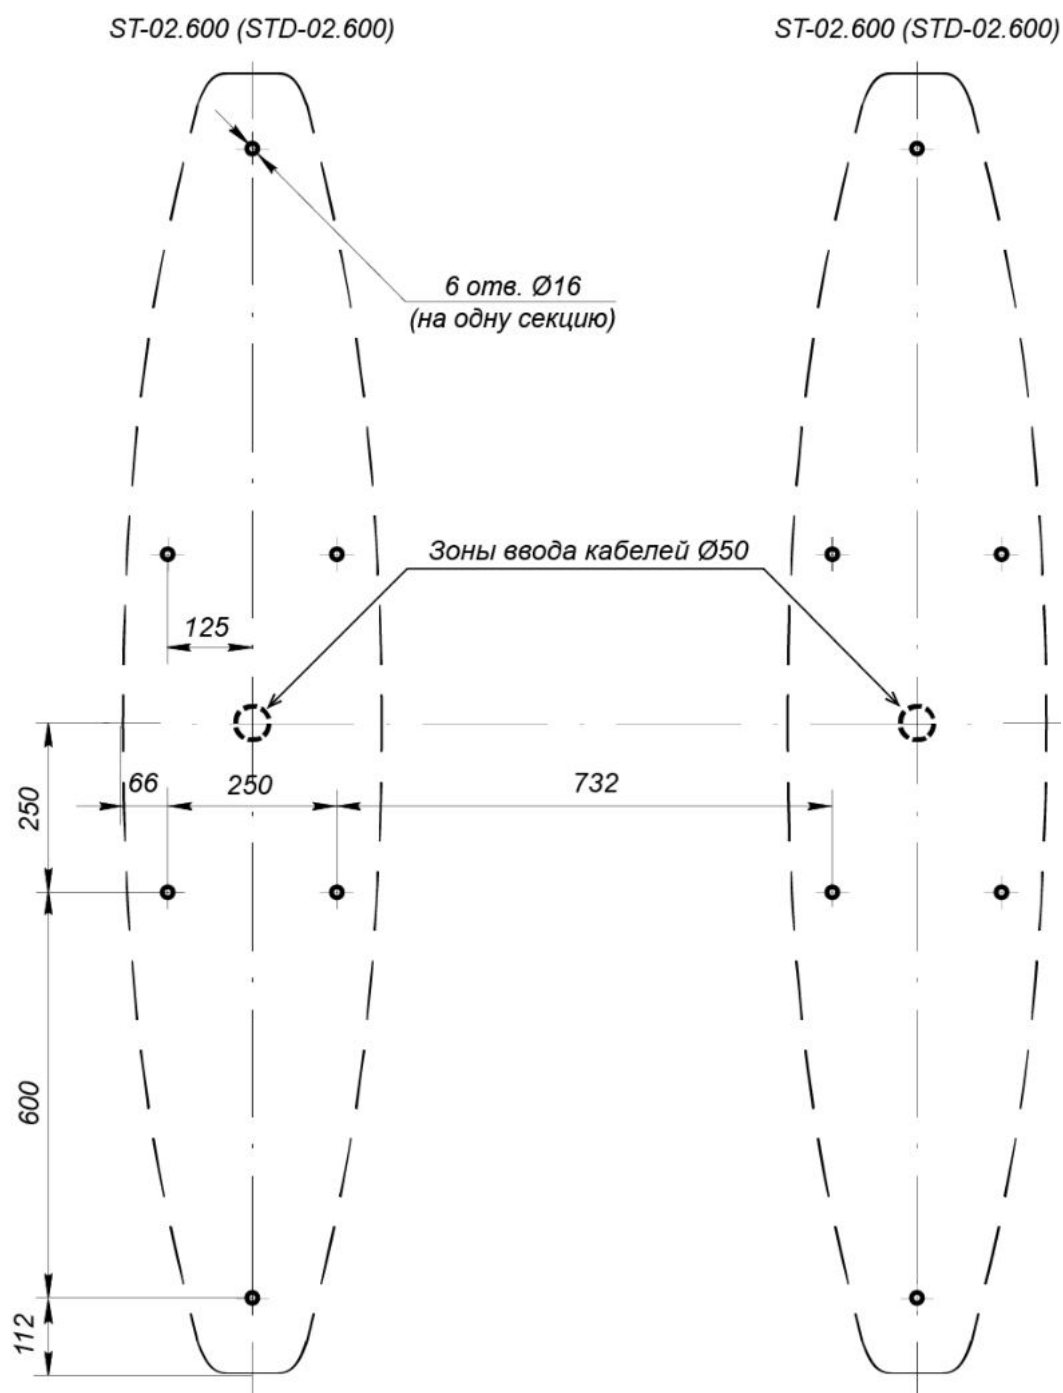

Рисунок 13. Схема разметки для монтажа секций турникета с шириной зоны прохода 600 мм (PERCo-ST-02.600, PERCo-STD-02.600)
2. Определите места установки секций *Master* и *Slave*, при необходимости – места установки двусторонних секций. При этом необходимо учитывать правило взаимного расположения секций: напротив створки секции (стороны двусторонней секции) *Master* всегда должна располагаться створка секции (стороны двусторонней секции) *Slave*. Для двусторонней секции **PERCo-STD-02** сторона (*Master* или *Slave*) определяется с помощью наклеек, расположенных под боковыми панелями (6).
3. В соответствии со схемами, приведенными на рис. 13 – 15, и с учетом проекта проходной произведите разметку и разделку отверстий на установочной поверхности под гильзы анкеров для крепления секций турникета и двусторонних секций. Для разделки отверстий используйте сверло твердосплавное. Глубина сверления при использовании стандартных анкеров PFG IH10 – 65 мм.